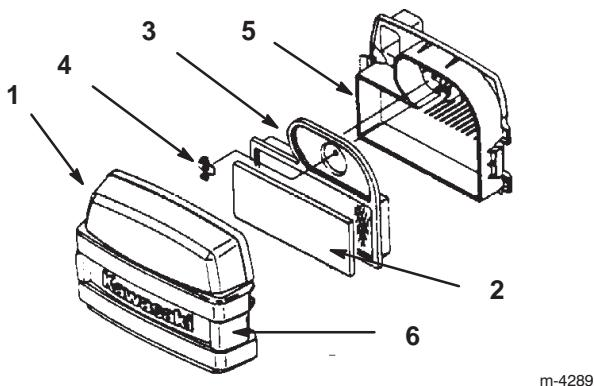

Figure 19
2. Nettoyez la surface autour du filtre à air pour éviter que des impuretés s'introduisent dans le moteur et l'endommagent. Dégagiez les deux fixations latérales et déposez le couvercle du filtre à air (Fig. 19).
3. Sortez délicatement l'élément en mousse de l'élément en papier (Fig. 19).
4. Dévissez l'écrou papillon et retirez l'élément en papier (Fig. 19).
1. Glissez délicatement l'élément en mousse dans l'élément en papier (Fig. 19).
2. Installez l'ensemble filtre à air sur sa base et mettez l'écrou papillon (Fig. 19).
3. Reposez et verrouillez le couvercle du filtre à air (Fig. 19).